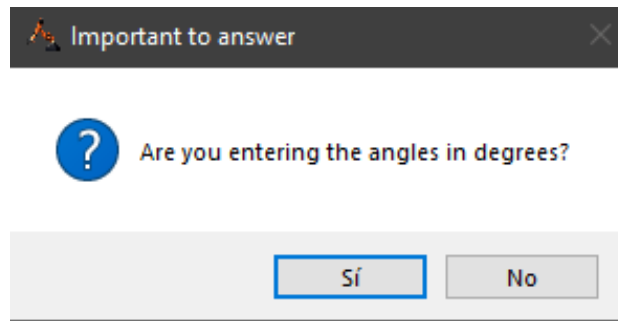

Ilustración 15. Mensaje emergente de la ventana de la matriz DH
- **GO:** Tiene la funcionalidad de ejecutar nuestra ventana con nuestros parámetros ya ingresados y gracias a como se fue programando la interfaz prácticamente tenemos una respuesta inmediata de nuestros resultados. Al dar clic en este botón nos va a mostrar un mensaje emergente que se puede ver en la *Ilustración 15. Mensaje emergente de la ventana de la matriz DH*.